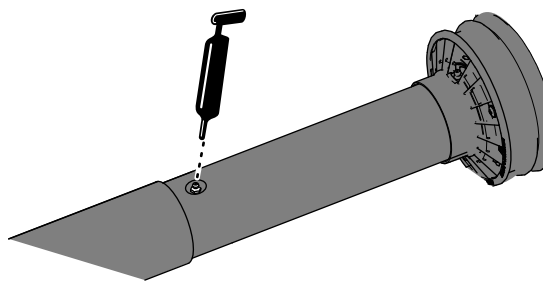

Рисунок 10
3. Частично выдвиньте приводной вал механизма отбора мощности, чтобы получить доступ к пресс-масленке для консистентной смазки рядом со средней частью встроенного кожуха приводного вала (Рисунок 10).
4. Заправьте консистентной смазкой масленку для консистентной смазки телескопического соединения приводного вала, как показано на Рисунок 10.